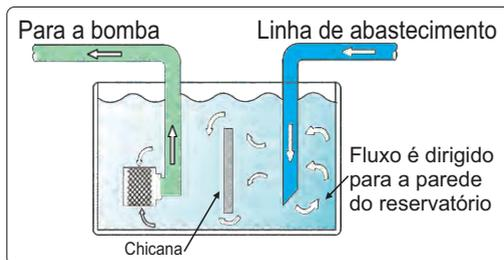

Figura 3
6.13 O ponto de captação de água para a bomba deve ficar o mais afastado possível da tubulação de abastecimento do reservatório, evitando assim, a sucção de bolhas de ar. Não havendo essa possibilidade, pode-se instalar chicanas no reservatório (ver figura 3).